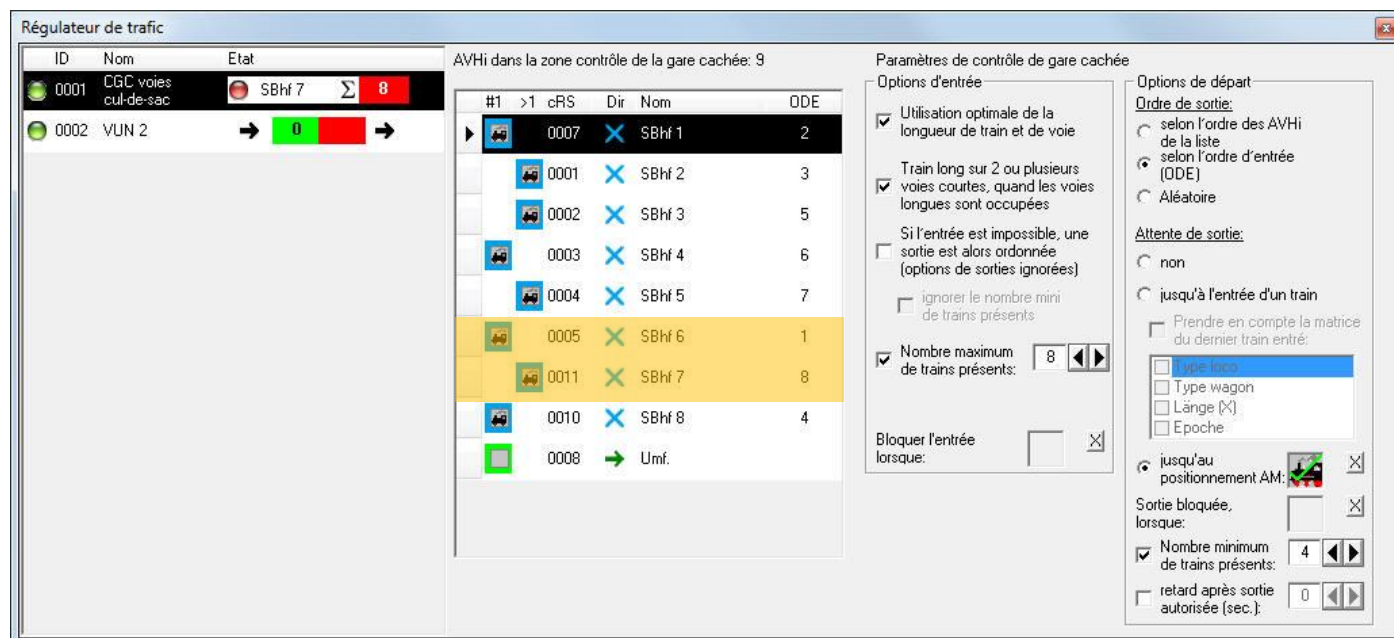

Fig. 8.19
Il y a encore une particularité. Dans cet exemple, avec l'ordre de sortie contrôlé à partir de l'ODE, on constatera que le train ayant l'ODE numéro 1 ne pourra pas partir si un autre train se trouve derrière lui. Le RTF règle automatiquement ce problème. Ceci est parfaitement illustré dans l'image (Fig. 8.19 / surligné en jaune). Le train présent sur la voie SBhf 6 devrait partir, car il a l'ODE 1. Cependant, un autre train stationne devant lui sur la voie SBhf 7. Bien que son ODE soit plus élevé (8), il obtiendra le prochain ordre de départ. Ceci peut être observé dans l'état du RTF-CGC (ID0001). Dans cet état, on peut voir que c'est le train de la voie SBhf7 qui est sélectionné pour partir.